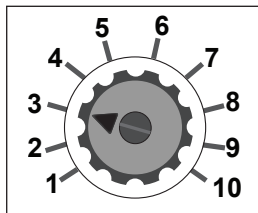

Figure 4: Compteur horaire
- Régalez le cadran de temps d'exécution à l'aide du guide Réglage de la taille de la pompe et du cadran. Voir figure 4.